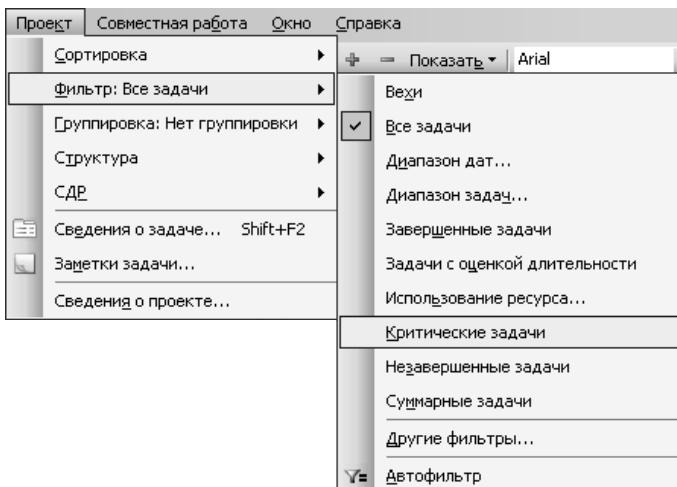

Рис. 17. Приклад меню з визначенням критичних задач
2. У меню **Проект** виберіть **Фільтр**, а потім **Критичні завдання** (рис. 17).